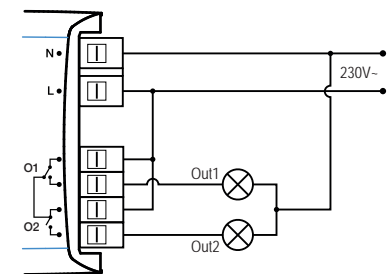

Fig. 4
- 1) Connect the KNX bus to the connecting terminal (C).
- Fig. 4: Control of 2 independent loads
- When using the actuator as 2 different channels (Fig. 4), always connect the same input Phase to Channel 1 and 2, do not use different phases.
- 1) Conecte el Bus KNX al terminal de conexión (C).
- Fig. 4: Control de dos cargas independientes
- En caso de utilizar el Actuador como 2 canales diferentes (Fig. 4), conecte siempre la misma Fase de entrada al canal 1 y 2, no utilice fases diferentes.